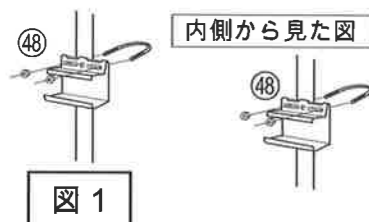

図 1
- (4) ⑨⑩の先端部とアーチパイプの接点を④①で止めて下さい。次に外ジョイントに④②を取り付け、①①を取り付けてください。(図1)
④①の部品は、今までの要領で取り付けて下さい。
- (1) レール下金具④⑨を図1のように取り付ける。このとき、レールが入る程度の仮締めとする。
- (1) 上図の高さでレール上金具④⑧を取り付ける。(4箇所) ※ボルトは軽く締めておく。(図1参照)